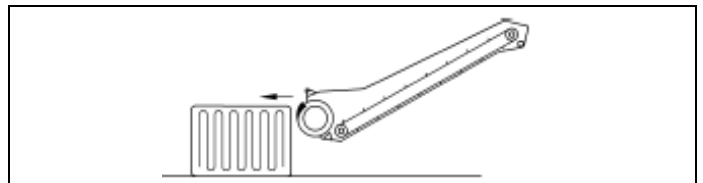

Abb. 7-3: Quaderballen aufnehmen
7. Entnahmemarm gemäß Abb. 7-3 absenken und langsam vorwärts fahren, um das Futter aufzunehmen (s. Kap. 5.5.1 „Entnahmemarm heben/senken“, Seite 144).